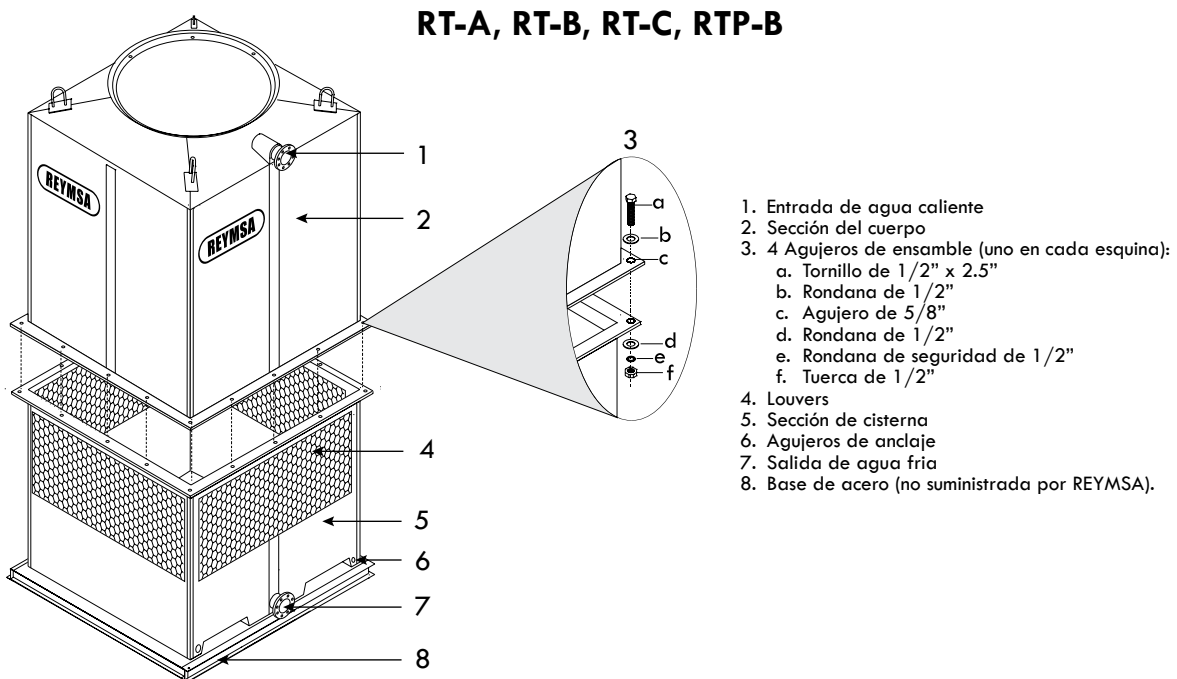

Figura A-7: Instalación de las secciones del Cuerpo y Cisterna en modelos RT-A, RT-B, RT-C y RTP-B
- L. Ensamble la sección del cuerpo (sección superior del cuerpo para modelos RT-D O RTP-D) con la cisterna (sección inferior del cuerpo para modelos RT-D O RTP-D). La sección del cuerpo viene equipada con argollas de izar para levantamiento con grúa. Para ensamblar ambas partes, utilice un punzón guía para alinear los agujeros mientras las secciones están siendo colocadas (ver Figura A-7 y A-10). Asegúrese de que la entrada de agua caliente y la salida de agua fría están del mismo lado al momento de